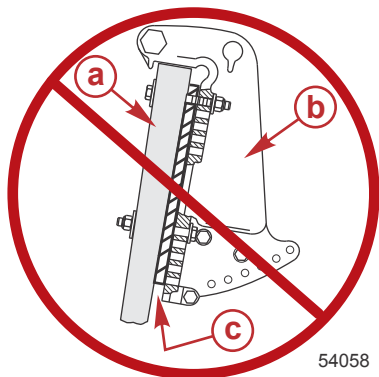

Figura 4
3. Non installare cunei o piastre tra i supporti di fissaggio dello specchio di poppa e lo specchio di poppa (o piastra di sollevamento). Fare riferimento alla figura 4.